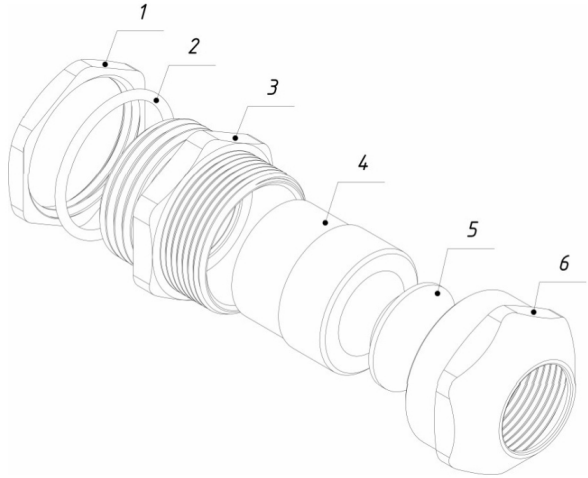

Рисунок 1
2.9 Состав комплекта (см. Рисунок 1): плоская гайка (1), тороидальное уплотнительное кольцо (2), корпус (3), кабельный уплотнитель (4), заглушка (5) и накидная гайка (6).